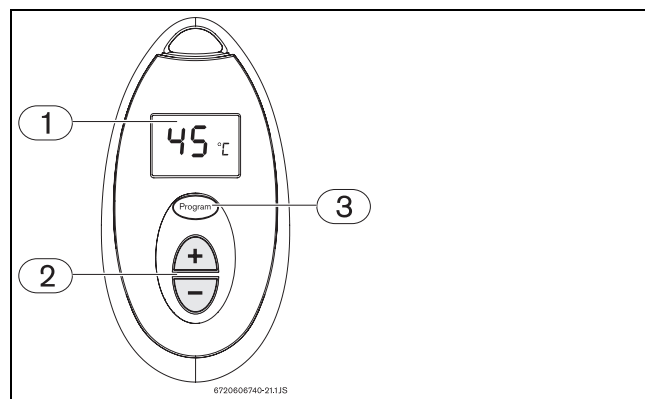

Fig. 10 Telecomando: memorizzazione temperatura
Il valore della temperatura visualizzato sul display del quadro comandi (→fig. 8, pos. 1) e sul display del telecomando (→fig. 10, pos.1) corrisponde alla temperatura misurata all'uscita dall'apparecchio.
- ▶ Premere i tasti  oppure  sul telecomando (→Fig. 10, pos. 2) fino a visualizzare sul display del telecomando (→Fig. 10, pos. 1) il valore desiderato (temperatura in gradi centigradi).
- ▶ Premere i tasti  oppure  sul telecomando (→Fig. 10, pos. 2), fino a visualizzare sul display del telecomando (→Fig. 10, pos. 1) il valore desiderato (temperatura in gradi centigradi).
- ▶ Ora è possibile memorizzare tale temperatura, premendo per 3 sec. il tasto "Program" sul telecomando (→Fig. 10, pos. 3).